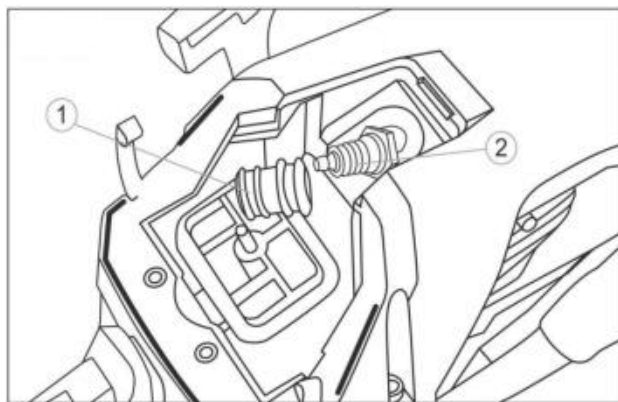

Fig. 26
3. Odłącz przewód wysokiego napięcia od świecy zapłonowej 1 (rys. 26).